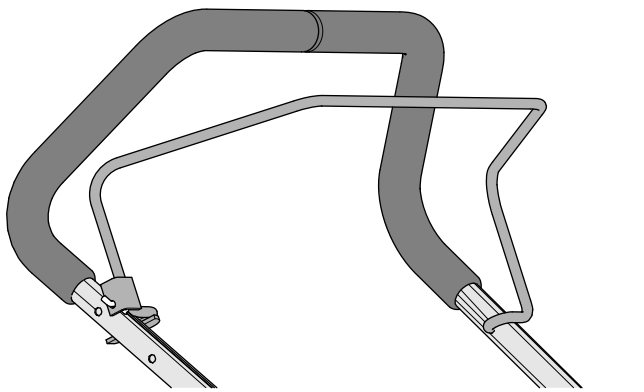

Bild 12
4. Stecken Sie das Ende des Schaltbuegels in den Holm, drücken Sie den Schaltbuegel leicht zusammen und stecken Sie das Ende des Schaltbuegels in den Holm (Bild 12).